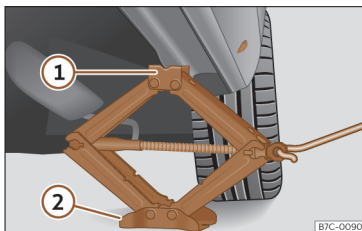

Fig. 196 Longarina: colocação do macaco do veículo.
- Rode a manivela do macaco, colocado por baixo do ponto de apoio da longarina, para levantá-lo até que o ressalto ① >>> **Fig. 196** se encontre por baixo do alojamento previsto.
- Alinhe o macaco de forma a que a patilha ① «encaixe» no alojamento previsto da longarina e que a placa base móvel ② fique apoiada no chão. A placa base ② deve ficar colocada na vertical relativamente ao ponto de apoio ①.